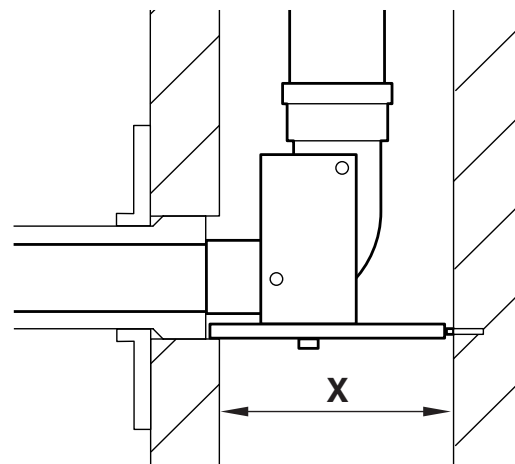

Bild 7
- ▶ Entsprechend der lichten Weite X (Breite bzw. Durchmesser, Bild 7) des Schachtes den Stützbogen auf X/2 ausrichten.